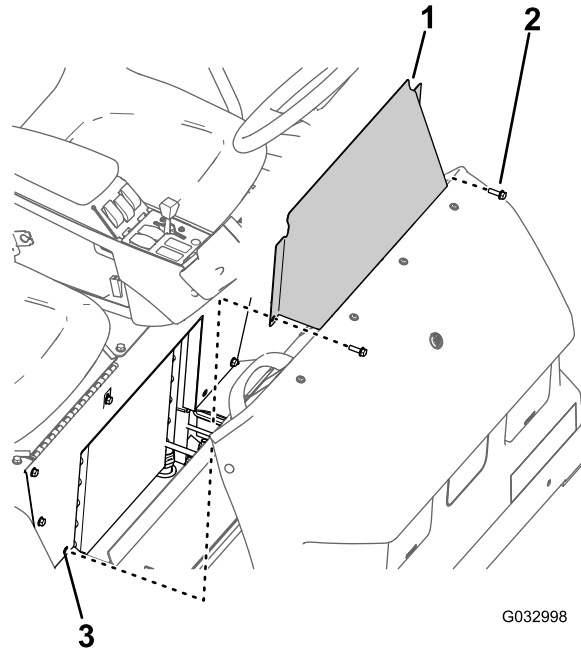

図 61
1. シートベースアクセスパネルを座席ベースに固定しているフランジヘッドボルト2本を取り外す 図 61。
2. 機体からシートベースアクセスパネルを外す 図 61。
1. シートベースアクセスパネルの穴を座席ベースの穴に合わせる 図 61。
2. シートベースアクセスパネルを座席ベースに固定する 図 61 シートベースアクセスパネルを外す \(ページ 48\) で外したフランジヘッドボルト2本を使用する。